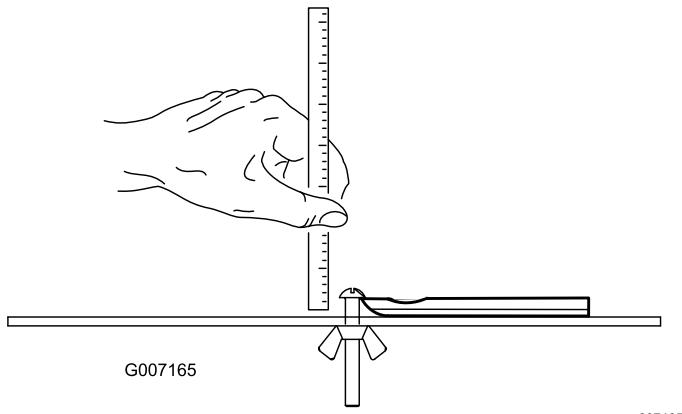

Figura 26
**Nota:** Todos los límites de ajuste de la contracuchilla se miden en relación con su cara inferior (Figura 26).